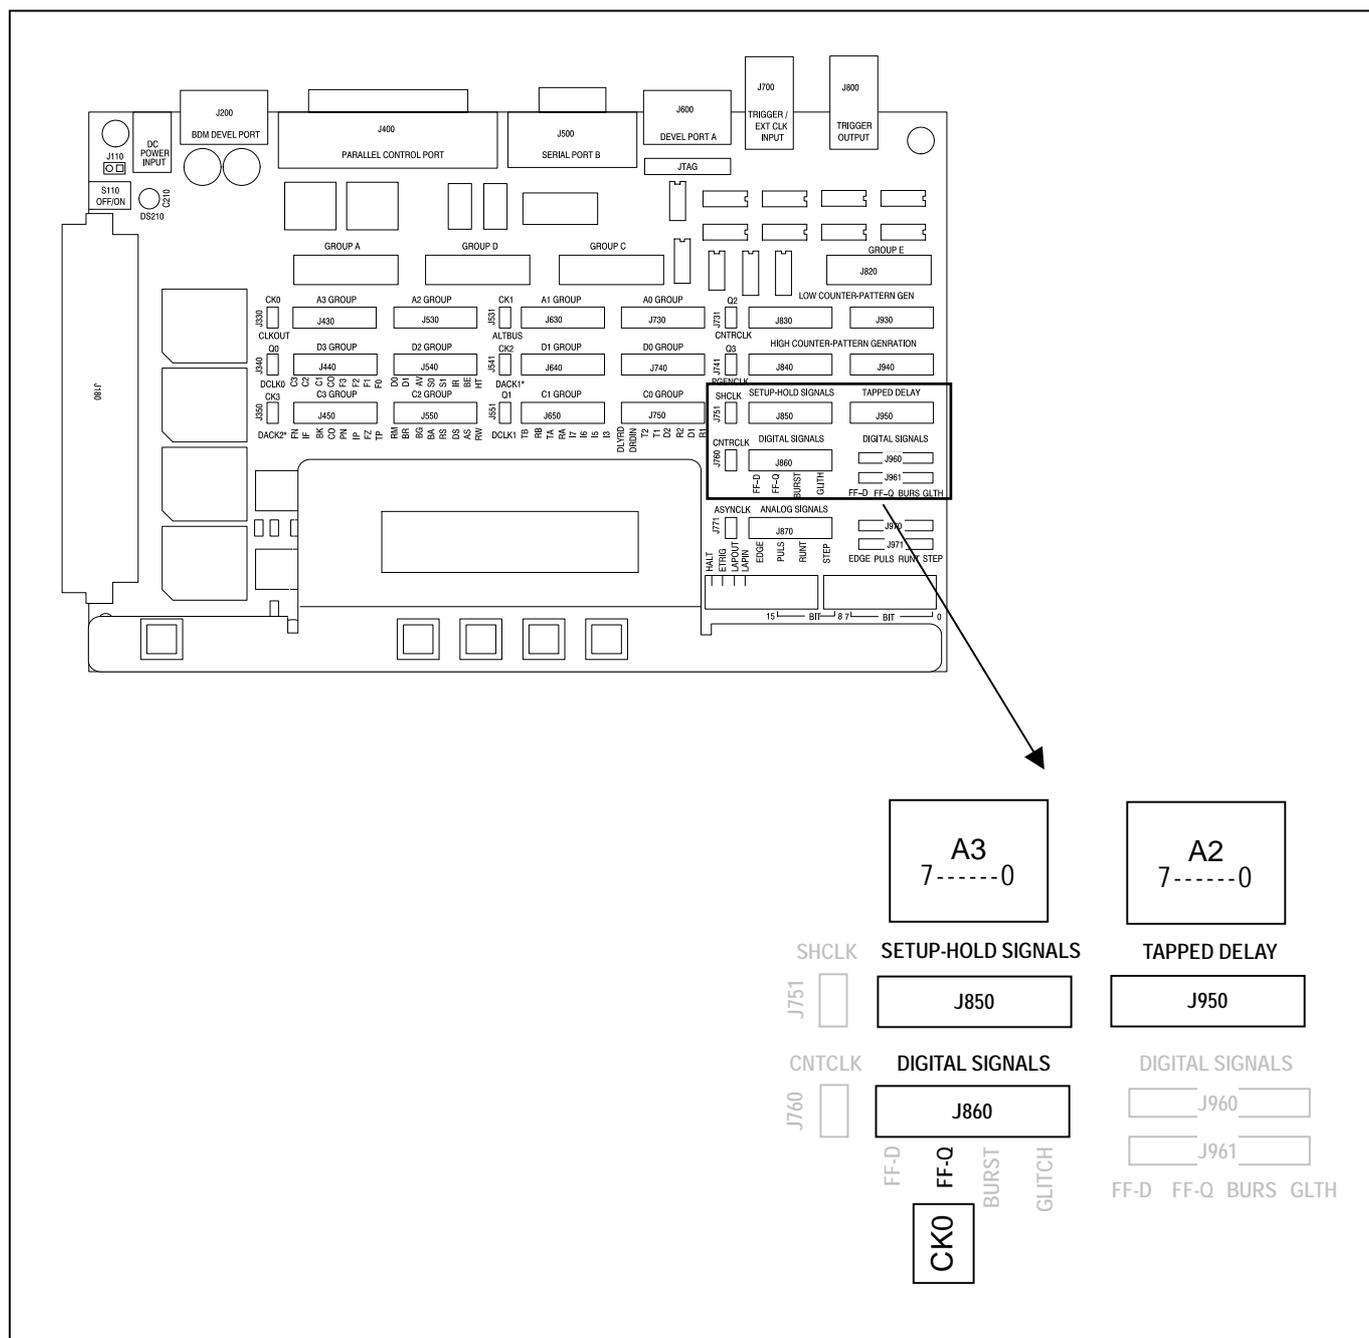

図 2-1 : TLA7QS 型トレーニング・ボードと「基本操作」でプローブを接続する位置
プローブを接続する位置は、図 2-1 をご参照ください。
- 実装されているモジュールごとにインストゥルメント・モジュール・アイコンが表示されます。図 2-1 の例では、デジタル・オシロスコープ・モジュール (DSO モジュール) 1 台とロジック・アナライザ・モジュール (LA モジュール) 1 台が実装されています。